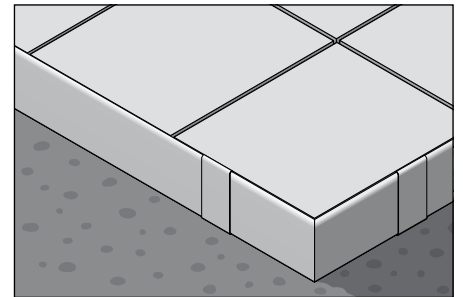

Abb. 7
#### Verarbeitung für Verlegung von selbsttragenden Plattenelementen auf dem Plattenlager-System TROBA-LEVEL mit BARA-RT / BARA-RTC (Abb. 7)
- Bei Nutzung des Plattenlager-Systems TROBA-LEVEL überdeckt das Abschlussprofil BARA-RT / BARA-RTC den freien Rand der Belagskonstruktion (Abb. 7).